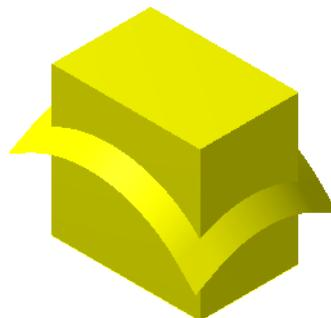

图 7-76 实体修剪实例
- ① 在“文件”工具栏中单击“打开文件”按钮 打开 ，打开如图 7-76 所示的图形。